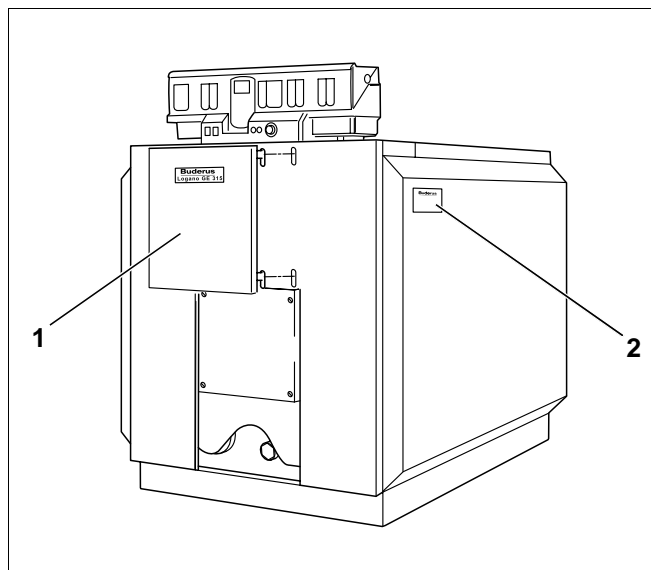

Fig. 42 Montering af brænderdørens dæklåbe
- Sæt brænderdørens dæklåbe ind i udstansningerne på forkappen (Fig. 42, **pos. 1**).
- Klæb typeskiltet (Fig. 42, **pos. 2**) fast på højre eller venstre sidekappe alt efter de lokale forhold.